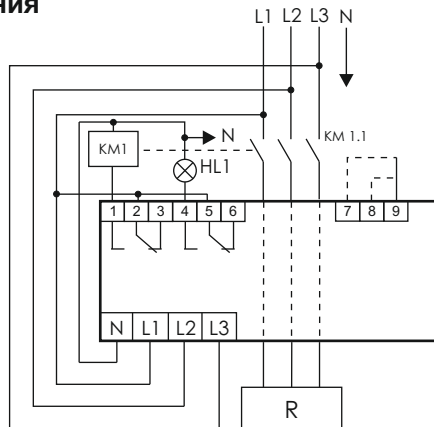

Рис.1 Схема включения с контактором и выходом для сигнализации о перегрузке по мощности.
2. К зажимам 1,2 подключить контактор для включения нагрузки (см. схему Рис.1). К зажимам 5,6 при необходимости подключить сигнализацию о перегрузке.